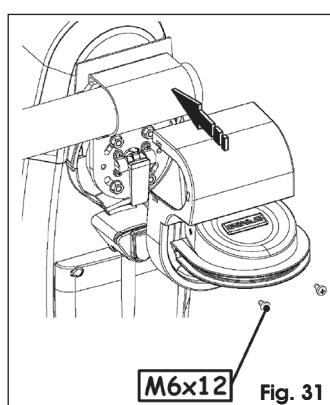

Fig. 31
- Posizionare il carter di copertura del dispositivo di sblocco, come illustrato in Fig. 31 e fissarlo utilizzando le due viti in dotazione.